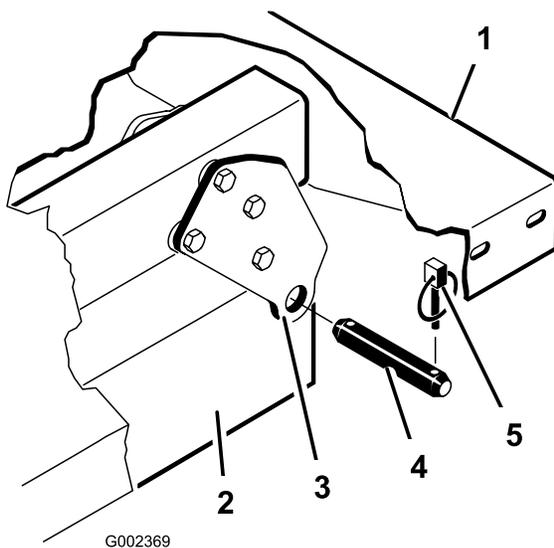

Figure 12
3. Retirez les axes qui fixent les côtés tiges de vérins aux plaques de montage du plateau en les poussant vers l'intérieur (Figure 12).
4. Enlevez les goupilles à anneau et les axes de chape qui fixent les supports de pivot aux profilés du châssis (Figure 12).
**Remarque:** Vérifiez que les plaques de pivot arrière sont boulonnées au châssis/profilé du véhicule de sorte que l'extrémité inférieure soit inclinée vers l'arrière (Figure 12).
- Placez le plateau sur le châssis du véhicule avec précaution et en alignant les trous des plaques de pivot arrière sur ceux du profilé arrière du châssis. Montez (2) axes de fixation et goupilles à anneau (Figure 12).
- Abaissez le plateau, fixez chaque extrémité de la tige du vérin aux fentes appropriées dans les plaques de montage du plateau au moyen d'un axe et d'une goupille à anneau. Insérez l'axe de fixation par l'extérieur du plateau, la goupille à anneau étant à l'extérieur (Figure 12). Les fentes arrière sont réservées à l'installation du plateau complet et les fentes avant à l'installation du plateau 2/3.